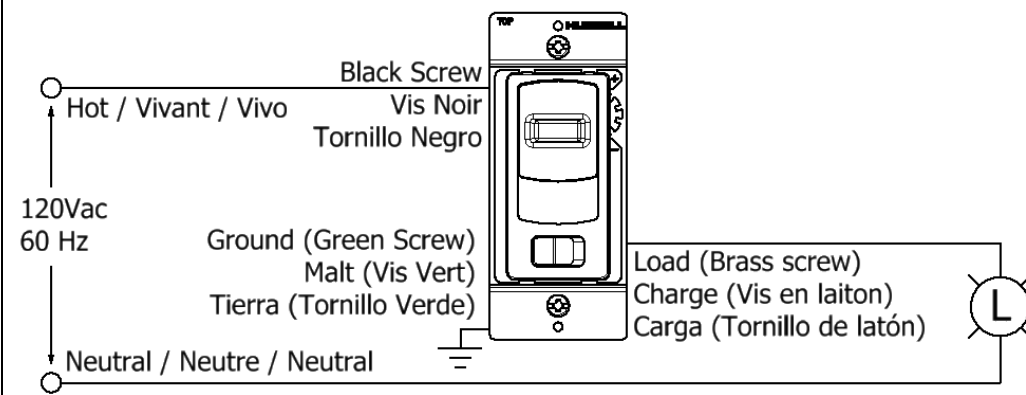

FIG. 3
- Cableado unipolar. Conectar los cables según el diagrama (FIG 3) de la siguiente manera:
5A. Single pole wiring. Connect wires per diagram (FIG 3) as follows: